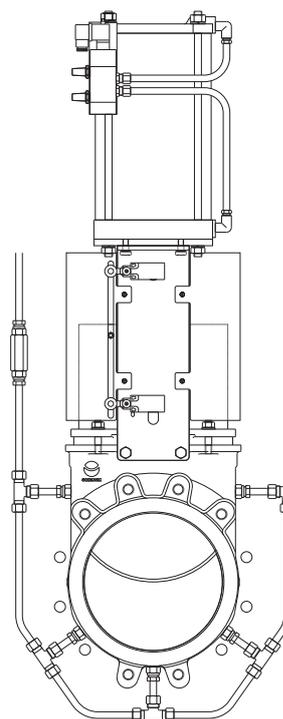

Рис. 2
Система очистки посредством продувочных (промывных) каналов позволяет очищать затвор от отложений, которые уменьшают проходное сечение затвора, а также затрудняют его закрытие без демонтажа самого затвора (рис. 2).
- Параметры для расчета (рис. 2а):
Рис. 2а